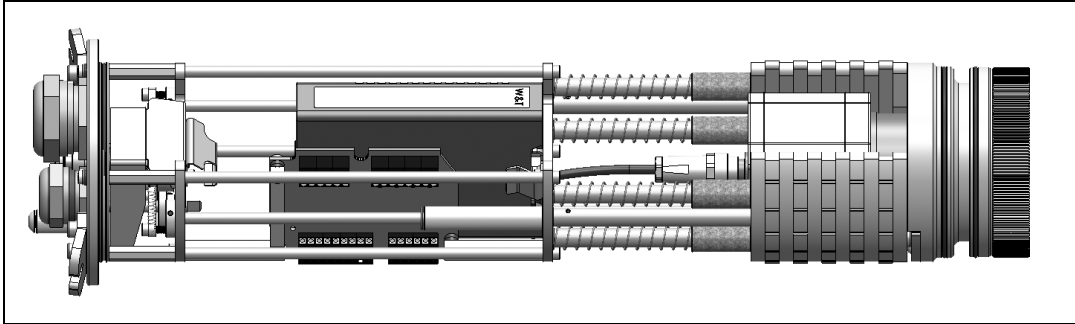

Abbildung 49: Chassis mit TIM Kamera, Industrie-PIF und USB-Server Gigabit
7. Verbinden Sie im Anschluss die TIM Kamera und den USB-Server Gigabit mit dem mitgelieferten USB-Kabel und das Industrie-PIF mit der Kamera. Schließen Sie danach den Netzwerkstecker an den USB-Server Gigabit an (**Abbildung 49**).